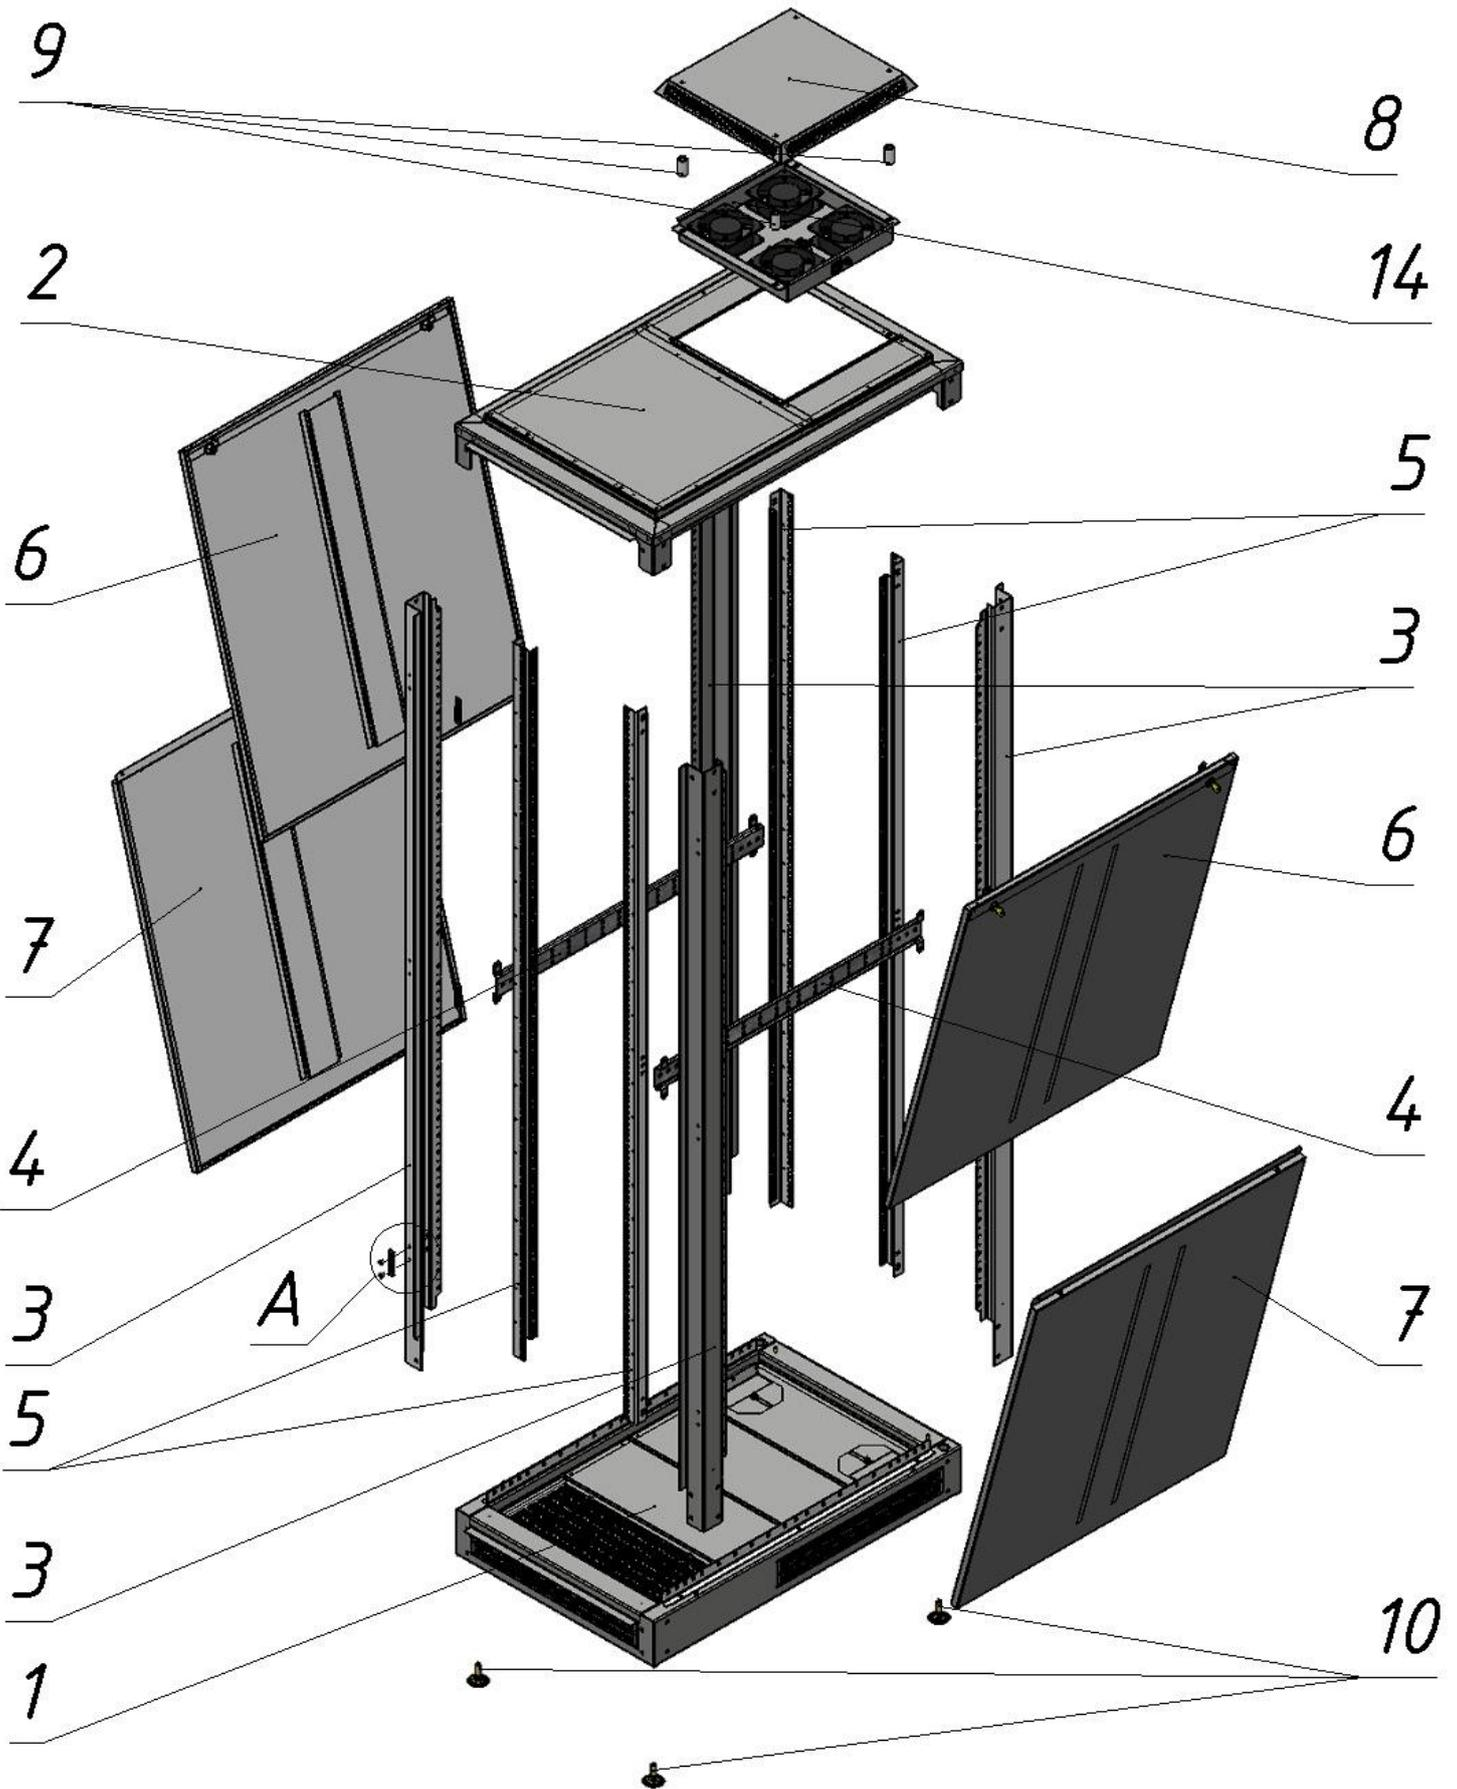

Рисунок 2. Устройство шкафа
Устройство шкафа показано на **рис.2**.
5.11 Для шкафов 42U и 53U вставьте нижние боковые панели(7) на центровочные пальцы цоколя (1) и прикрутите к кронштейнам средним с помощью самонарезных винтов(24) (см. рис.2).